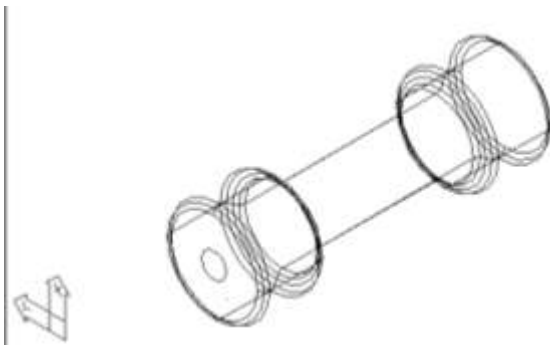

Рис.23.6
6. Нарисувати два круги радіусом 0,3 мм (половина діаметра виводу резистора) в точках приєднання виводів до резистору.Рисувати с включенною привязкою до центра круга (рис. 23.6).